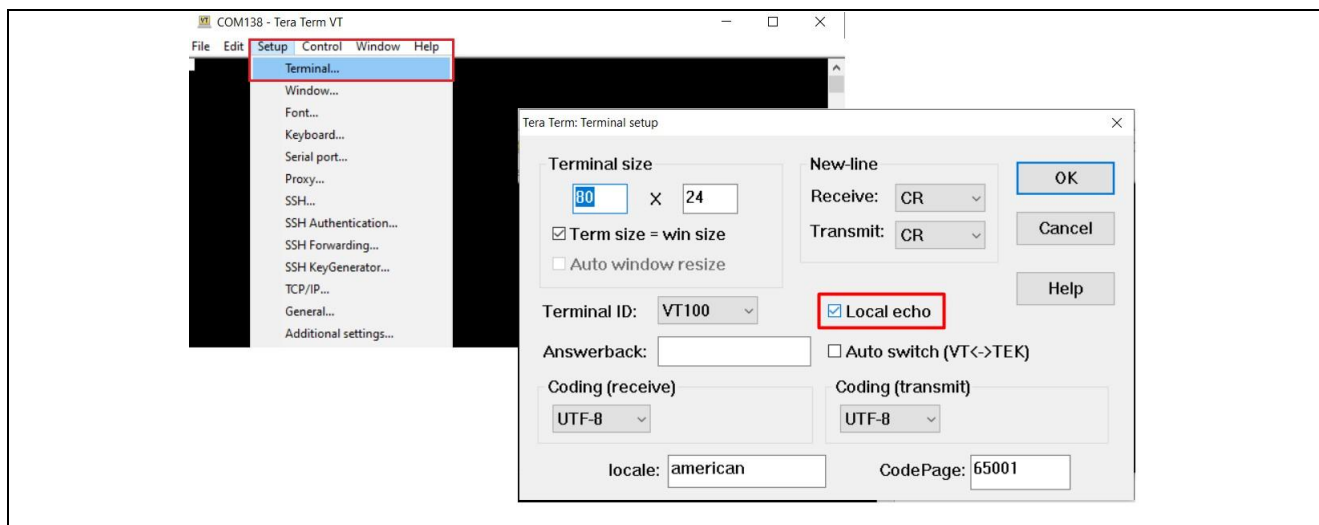

Figure 61. Example of Enable Local echo Tera Term Terminal
2. 从串行连接选项中选择适当的 J-Link CDC UART Port，以建立与目标设备的通信（图 61）。
3. 通过导航到 **Setup > Terminal** 并勾选 **Local Echo** 选项来启用本地回显（图 61）。